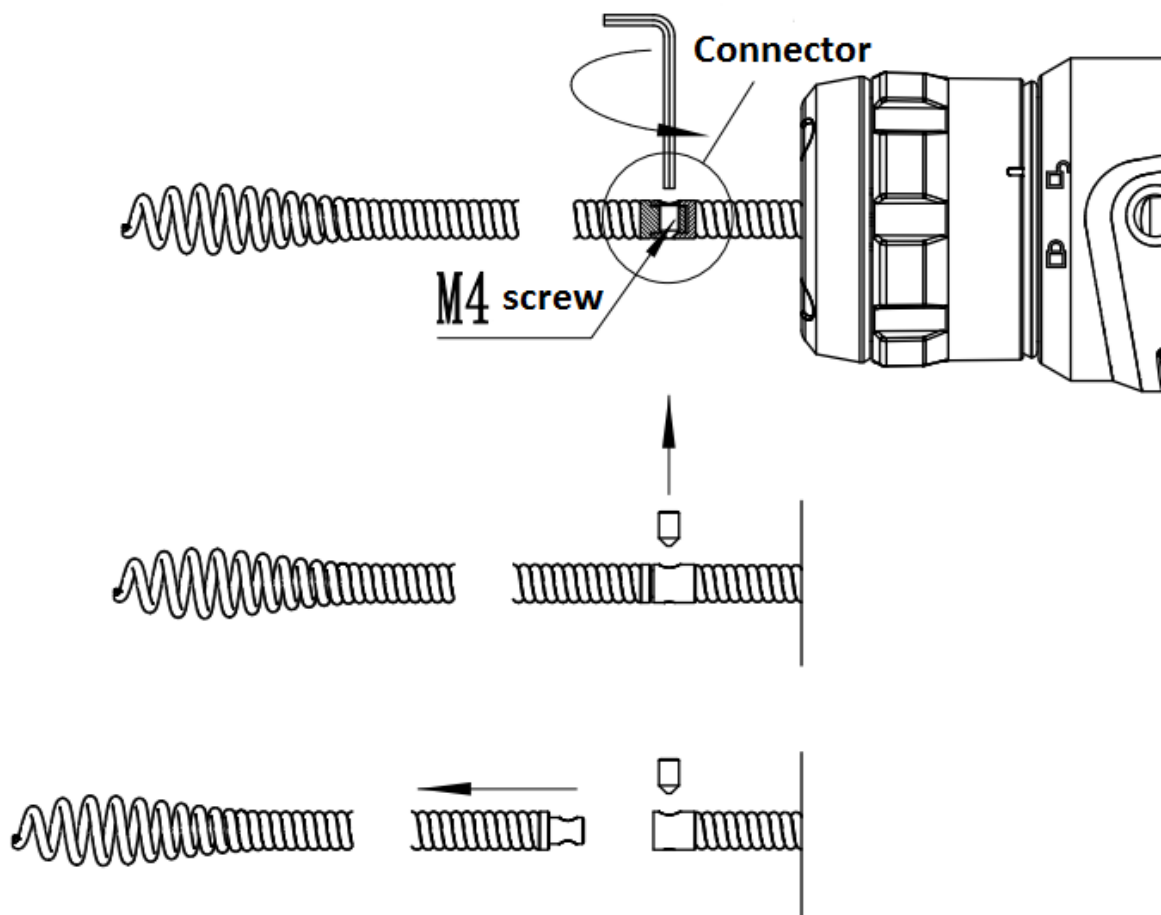

Figure 8
3. Desserrez la vis filetée M4 avec une clé Allen et retirez l'arbre (Fig. 8).